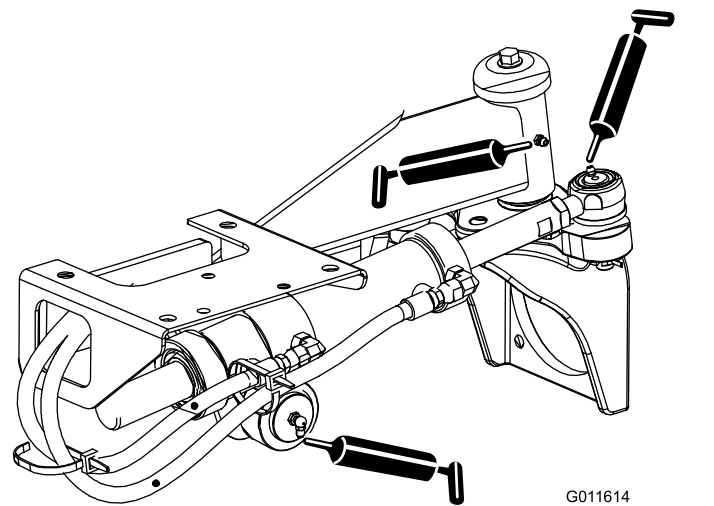

Figura 49
- Rótulas do cilindro de direção (2) e eixo traseiro (1) (Figura 49)